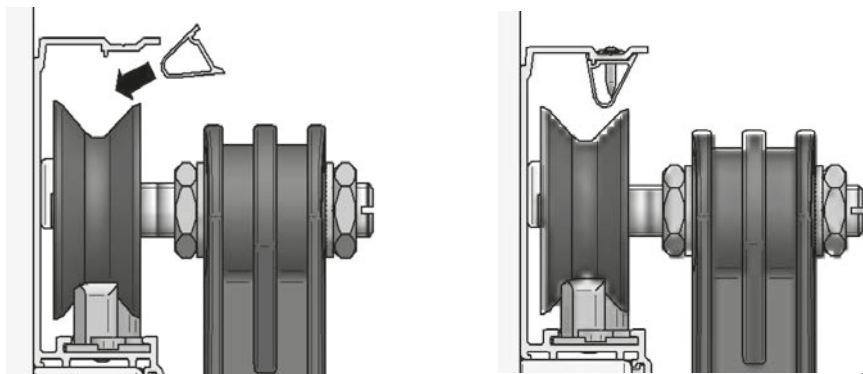

Fig. 8
- Après avoir monté le battant, fixer le profil anti-déraillement, comme indiqué en Fig. 8.